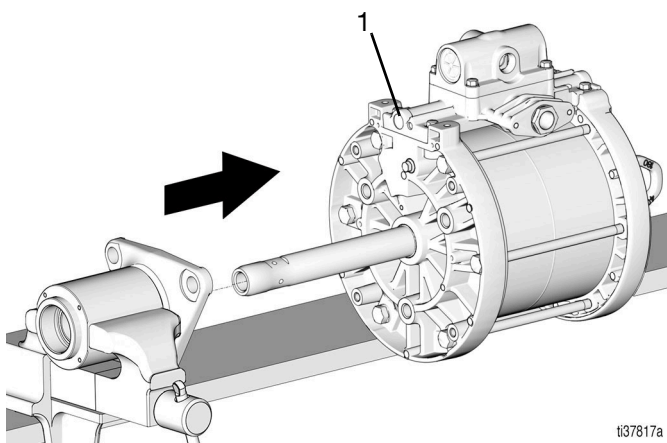

FIG. 15
17. Remove the air motor (1) (FIG. 15).